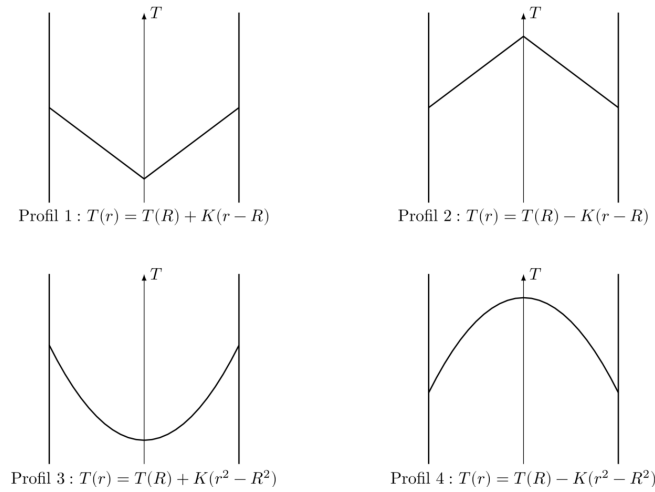

FIGURE 3 – Profils de température
- Q.5** La FIGURE 3 présente quatre profils de température à l'intérieur du crayon, ainsi que les expressions analytiques de $T(r)$ associées (pour chacune de ces expressions, la constante K est une constante positive). Parmi ces profils, quel est le seul susceptible de correspondre au crayon radioactif étudié ? Justifier votre réponse à partir d'arguments qualitatifs uniquement.